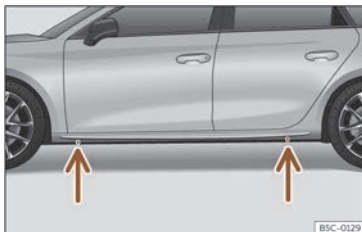

Fig. 42 Punts de suport del gat.
- Cerqueu al llarguer la marca del punt de recolzament del gat (zona enfonsada) més proper a la roda a canviar >>> fig. 42.